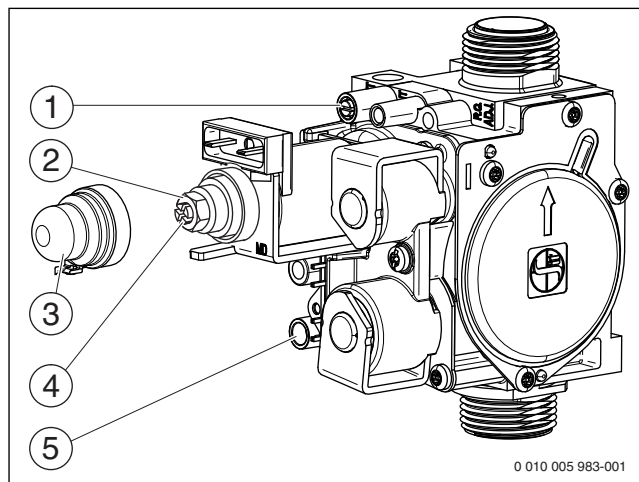

Рис. 31 Газовая арматура
- ▶ Отверните уплотнительный винт штуцера измерения давления на форсунках (рис. 31, [1]) и подсоедините U-образный манометр.
- ▶ Снимите крышку (рис. 31, [3]).
- ▶ Значение «max» давления (мбар) на форсунках приведено в таб. на стр. 39. Установите давление на форсунках регулировочным винтом максимального расхода газа (рис. 31, [2]). Поворот направо - больше газа, поворот налево - меньше газа.
- ▶ Значение «min» давления (мбар) на форсунках приведено в таб. на стр. 39. Установите давление на форсунках регулировочным винтом минимального расхода газа (рис. 31, [4]).
- ▶ Выключите котёл и закройте газовый кран, отсоедините U-образный манометр и заверните уплотнительный винт (, [1]). Рис. 31
- ▶ Отверните уплотнительный винт на штуцере измерения подаваемого давления газа (рис. 31, [5]) и подсоедините манометр.
- ▶ Установите и опломбируйте крышку (рис. 31, [3]).